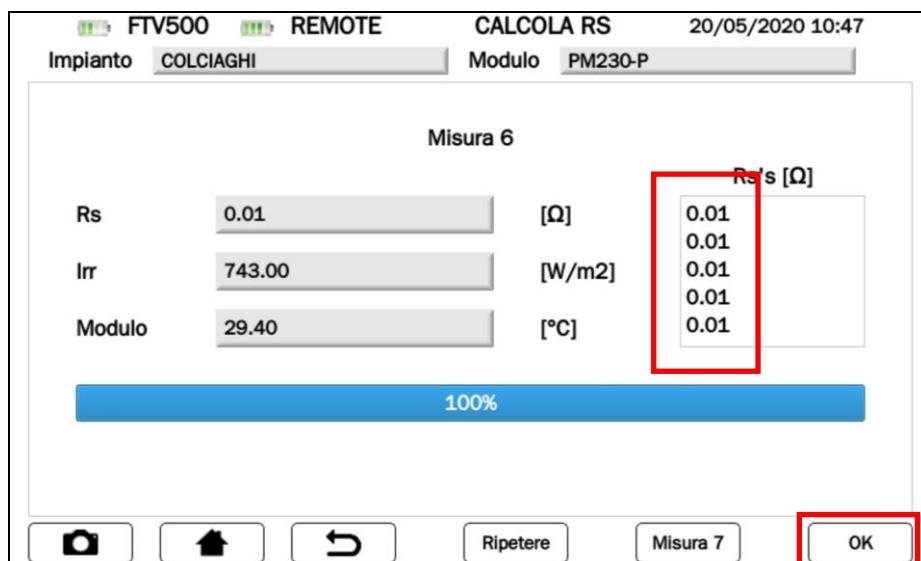

Figura 14.7.3-19 Schermata Misure "x"
- NOTA: a partire dalla **Misura 2**, e solamente se verrà visualizzato il risultato in “Ω” nella casella “Rs’s”, si attiverà il tasto **OK** (vedi Figura 14.7.3-19), che se premuto eseguirà automaticamente il test “Curva I-V”